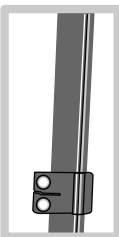

Abbildung 6
3. Positionieren Sie die Schienenklemmen an den Enden der Schienen. Ziehen Sie sie noch nicht fest. Wenn Ihr Fahrrad mit Schienenklemmen ausgestattet ist: Stellen Sie sicher, dass diese unten an den Schienen montiert sind (Abbildung 6).